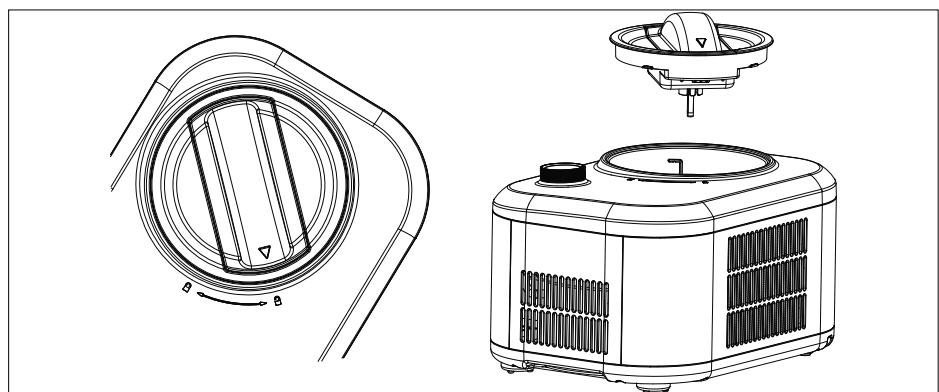

Fig. 9
- Déverrouillez le couvercle en le tournant dans le sens  . (voir fig. 9).